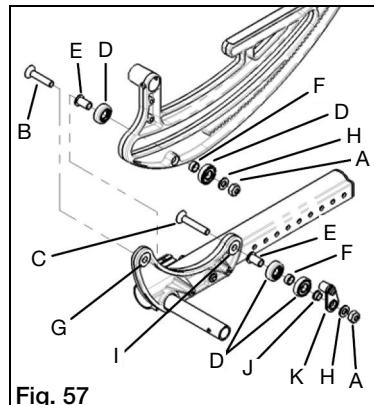

Fig. 57
- a. Utilizando una llave de 17mm y una llave Allen de 6mm, afloje y retire las cuatro tuercas de seguridad del rodamiento (Fig. 57:A).
- b. Retire los tornillos de cabeza plana (Fig. 57:B y C) de subensamblajes del rodamiento.
- d. Utilizando nuevos rodamientos/forros (Fig. 57:D), deslice espiga de rodamiento (Fig. 57:E) a través de un subensamblaje de rodamiento/forro, como se muestra.
- e. Coloque espiga con el rodamiento/forro a través de la ranura en el bastidor giratorio desde el exterior y del espaciador deslizante (Fig. 57:F) y segundo rodamiento/forro sobre la espiga. "Narices" de forros del rodamiento deben enfrentarse entre si.
- f. Alinee agujero de la espiga del rodamiento con el agujero delantero en la placa de rodamiento de la base del bastidor (Fig. 57:G) y deslice un tornillo de cabeza plana de 10mm x 50mm (Fig. 57:B) a través de la espiga.
- g. Instale las arandelas (Fig. 57:H) y la contratuerca (Fig. 57:A) de nuevo en el tornillo de cabeza plana, apriete con la mano.
- i. Instale espiga del rodamiento a través de taladros de dos rodamientos más con espaciador (Fig. 57:F) en el medio, como en el paso e anterior.
- j. Deslice un tornillo de cabeza plana de 10mm x 60mm (Fig. 57:C) a través de agujeros de la placa de rodamiento trasero (Fig. 57:I) como se muestra. Repita en el lado opuesto de la silla.
- k. Establecer bastidor giratorio en ambos juegos de rodamientos, situando cresta en la base del bastidor giratorio en la ranura entre los forros de rodamiento. Instale el buje giratorio (Fig. 57:J) con la brida hacia el rodamiento, y deslice placa de eslabón giratorio (Fig. 57:K) sobre el buje giratorio con retén de rodamiento anidado en el interior de la ranura del bastidor giratorio. Asegure con la arandela (Fig. 57:E) y la contratuerca (Fig. 57:A). Repetir en el lado opuesto de la silla.